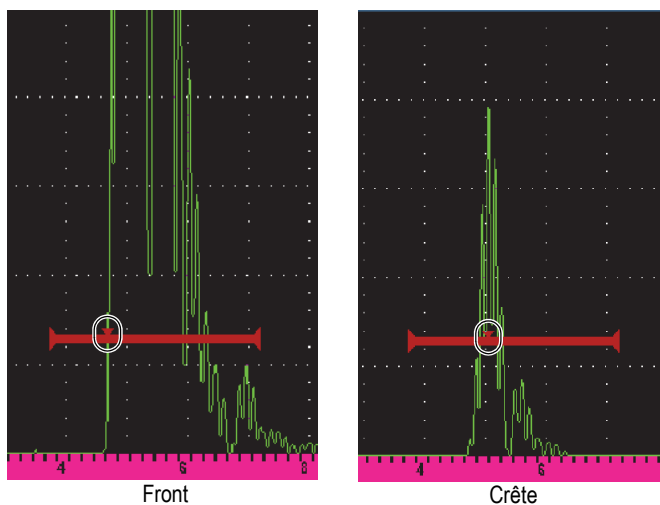

Figure 3-10 Déclenchement de la mesure en modes Front et Crête
- **Edge** (Front) : Mesure sur la position du premier point de croisement du signal dans la porte (voir la Figure 3-10 à la page 73).
- **Peak** (Crête) : Mesure sur la plus haute crête dans la zone de la porte; n'a pas besoin de traverser le seuil de la porte (voir la Figure 3-10 à la page 73).